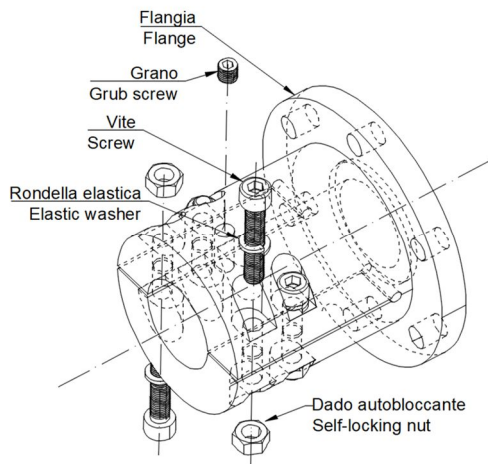
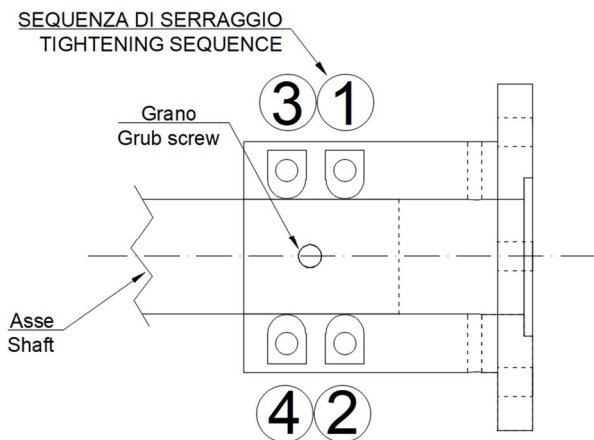

Fig. 1
Fig. 2
per serie 11 \_\_\_\_\_ Fig. 1 e Fig. 2 ( pag. 8 )
- sequenza di serraggio vedi Fig. 2/4 pag. 8/9
Fig. 1 and Fig. 2 ( pag. 8 ) for series 11
sequence see Fig. 2/4 page 8/9